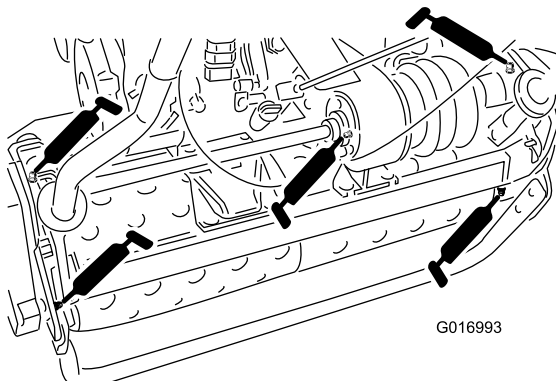

Figura 25
- 2 sugli assali del tamburo (Figura 25).
- 3 sul differenziale (Figura 25).